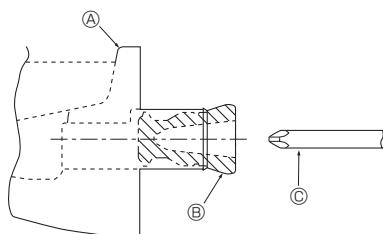

Fig. 5-1
- För dräning på vänster sida, kom ihåg att sätta i gummipluggen i den högra dräneringsöppningen. (Fig. 5-1)